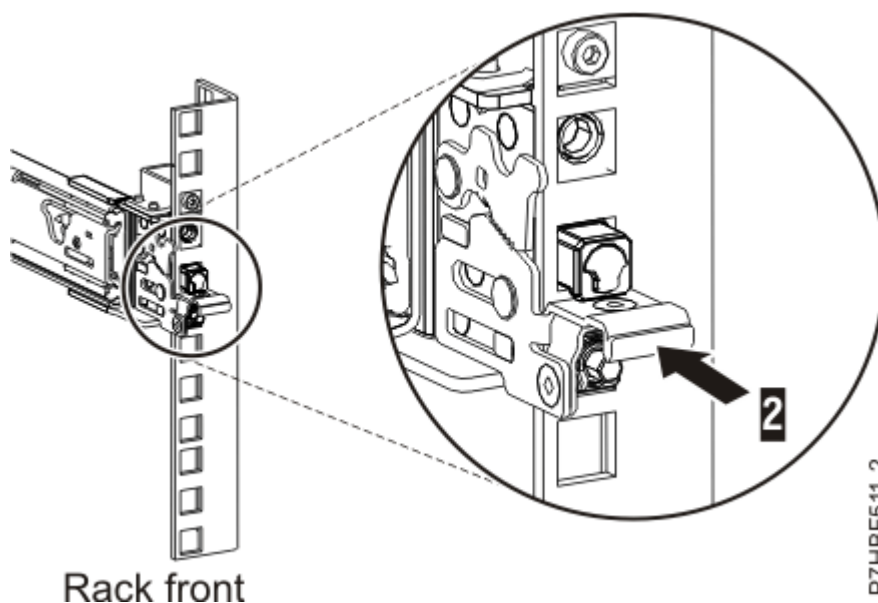

Рисунок 6. Защелка на передней направляющей стойки
7. Потяните направляющую вперед и убедитесь, что все штифты выступают из отверстий стойки. Затем до упора вставьте переднюю защелку **(2)**. См. Рисунок 6 на стр. 6.